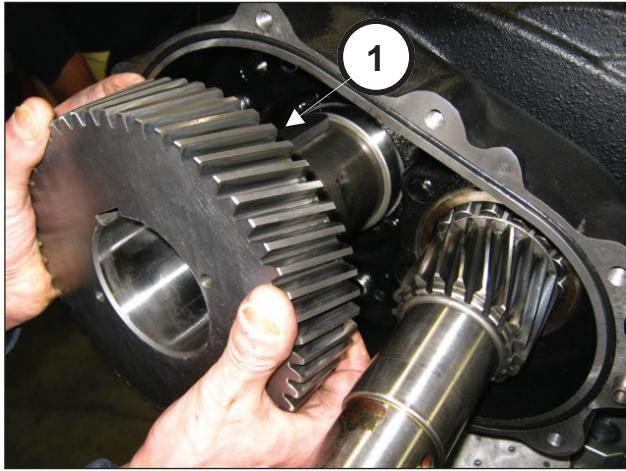
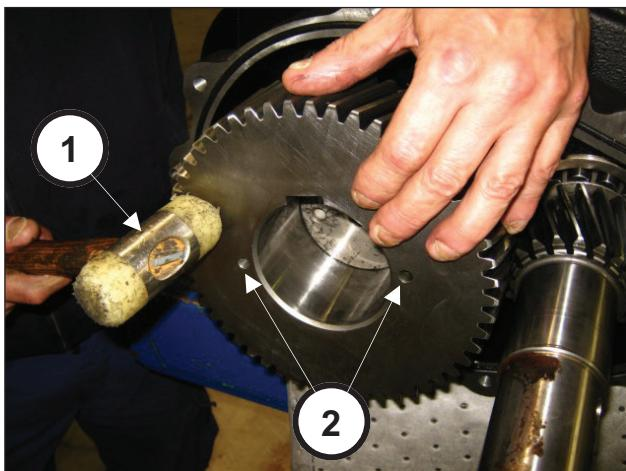

Fig. 66
Fig. 67
Insira a coroa no eixo (pos. ①, Fig. 66) e bata até o fundo com um martelo (pos. ②, Fig. 67).
A coroa deve ser montada se assegurando que os dois furos M8 (a serem usados para a extração), fiquem virados para o exterior da bomba (pos. ②, Fig. 67).